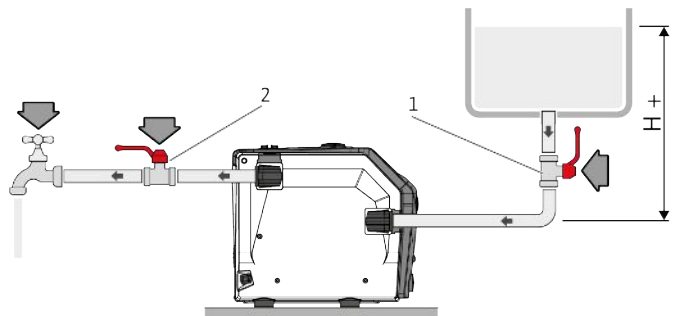

Fig. 9: Prevádzka pri zaťažení
- Naplňte výrobok vodou (približne 1,5 l), kým nebude voda vytekať z odvzdušňovacieho otvoru (Fig. 9).